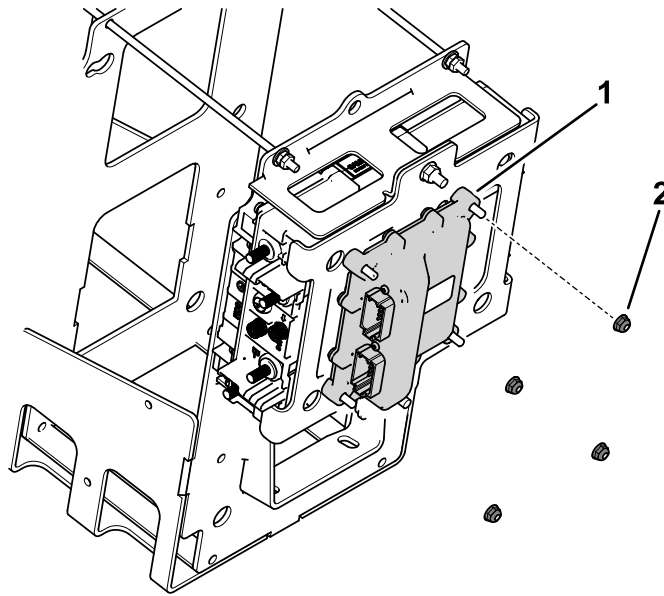

Figure 6
5. Retirez les écrous qui fixent le contrôleur TEC sur le support de batteries (Figure 6). Conservez le contrôleur en vue de la repose.